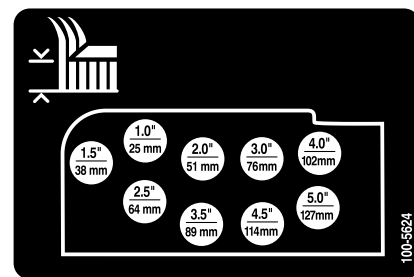

Figure 19
10. Montez les chaînes de hauteur de coupe dans le trou correspondant à la hauteur de coupe voulue à l'aide de l'axe de chape et de la goupille fendue (Figure 19).